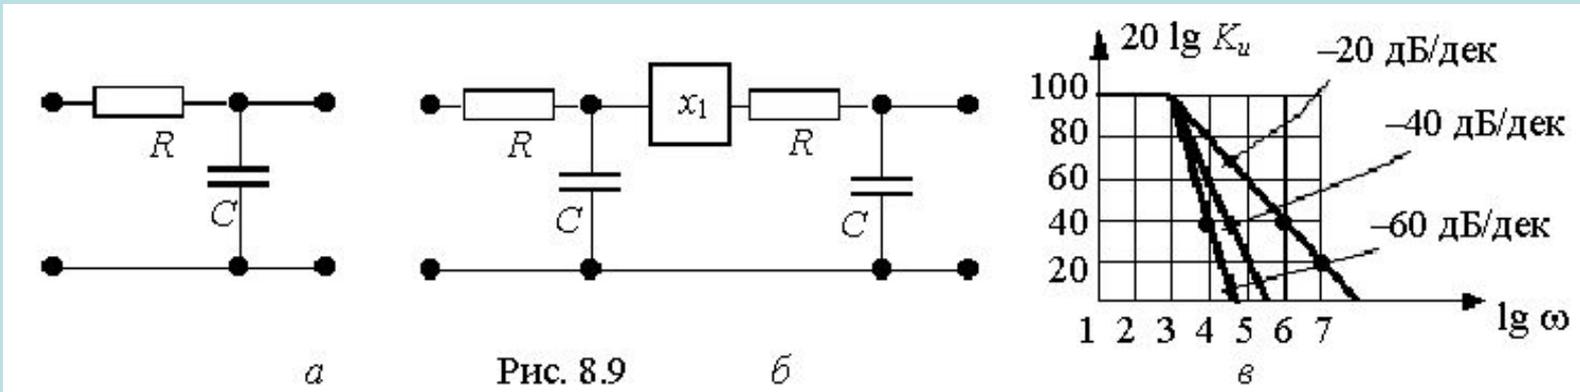

Рис. 8.9
- Будем считать, что в состав второй схемы (рис. 8.9, б) между звеньями входит устройство согласования звеньев по сопротивлениям. Согласующий каскад [x1] имеет большое входное ( $R_{вх} \rightarrow \infty$ ) и малое выходное ( $R_{вых} \rightarrow 0$ ) сопротивления, при этом его коэффициент передачи равен единице ( $K_u = 1$ ). Это позволяет считать 1-е и 2-е звено независимыми